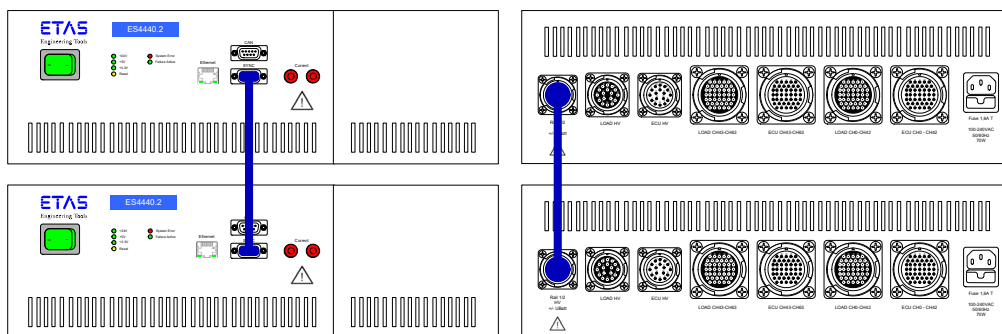

Abb. 2-5 Verbinden von der „SYNC“-Leitungen und der Fehler-Rails
- Die Synchronisationssignale der Multiplexer-Relais (Anschluss „ SYNC “ auf der Frontplatte, siehe Abb. 2-5 links)
- Die Leitungen der Fehler-Rails (Anschluss „Rail 1/2“ auf der Gehäuse-rückseite (Abb. 2-5 rechts)